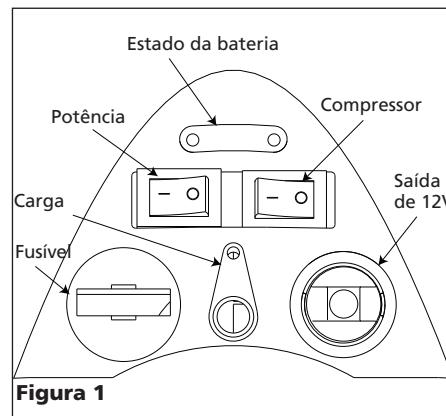

Figura 1
- 1) Gire o interruptor de energia (POWER) para a posição ligada (veja a Figura 1).